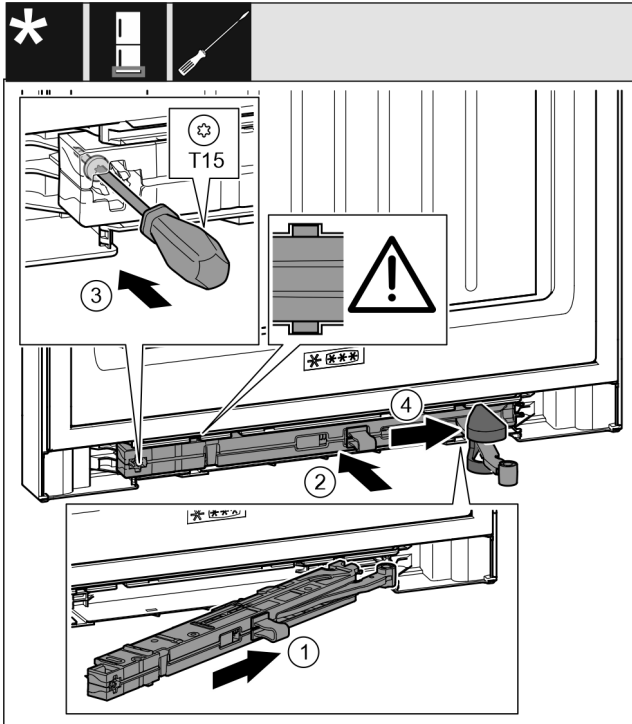

Fig. 46
- ▶ Työnnä sulkuvaimenninyksikkö laakeripukin puolella vinosti aukkoon rajoittimeen asti. Fig. 46 (1)
- ▶ Työnnä sulkuvaimenninyksikkö kokonaan aukkoon. Fig. 46 (2)
- ▶ Kiristä ruuvi T15-ruuvimeisselillä. Fig. 46 (3)
- ▶ Työnnä suojus nivelen päälle. Fig. 46 (4)